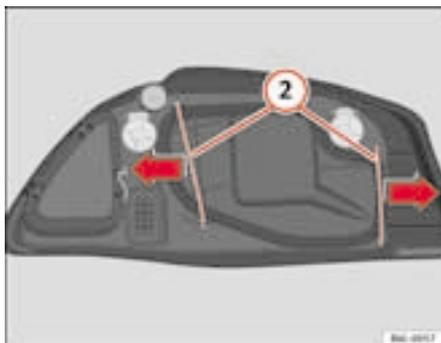

Fig. 145 Lâmpada da luz de médios
- Desloque os tirantes 2 ⇒ fig. 145 para fora, no sentido das setas e puxe a tampa.
- Coloque a tampa de plástico e coloque os tirantes 2 ⇒ fig. 145.